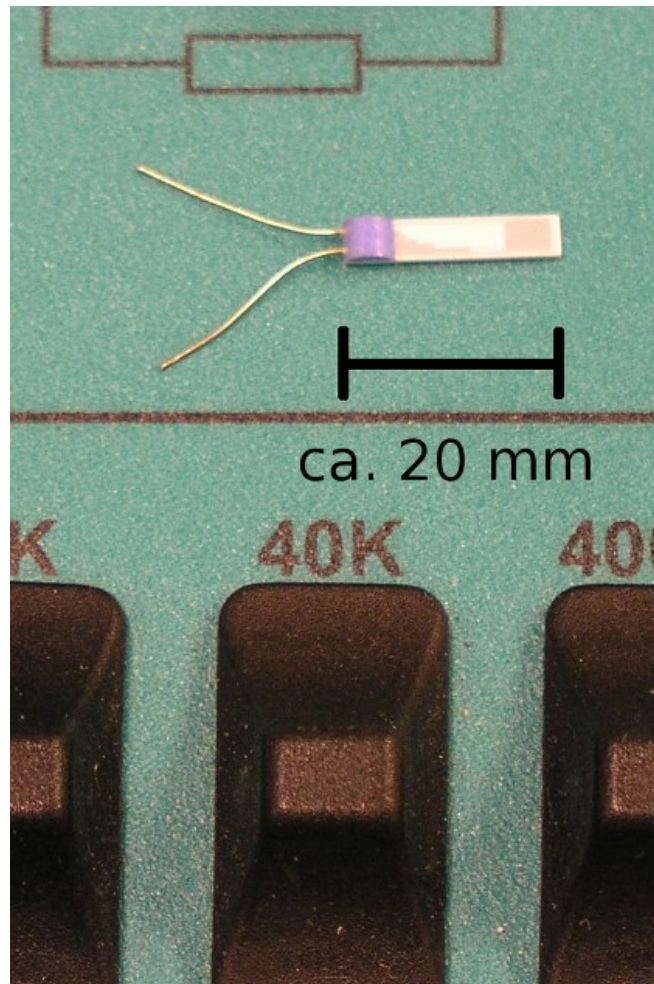

Abb. 1: Pt-100 Widerstand zur Temperaturmessung.
d) Präzisionswiderstände zeigen über große Bereiche lineares Verhalten bei Tempertauränderung. Eine der verbreitetsten Ausführungen ist der Pt-100 (Abb. 1).